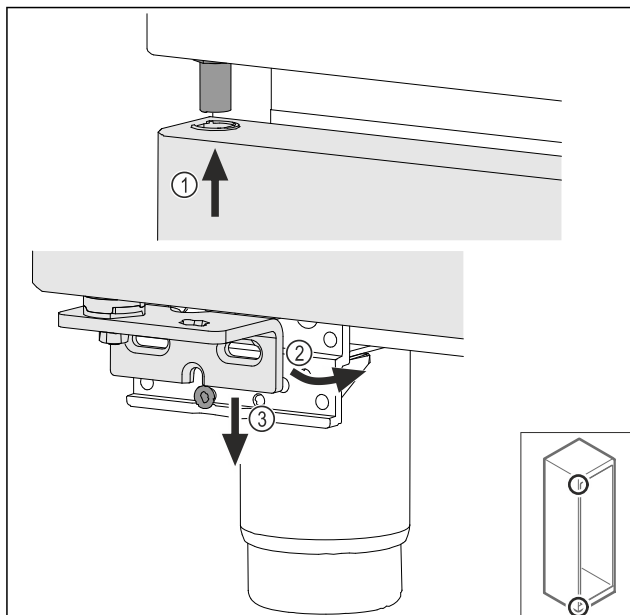

Fig. 39
- ▶ Umetnite vrata lagano nagnuta gore Fig. 39 (1), poravnajte vrata Fig. 39 (2) i dolje ih postavite na vijak podloška ležaja Fig. 39 (3).